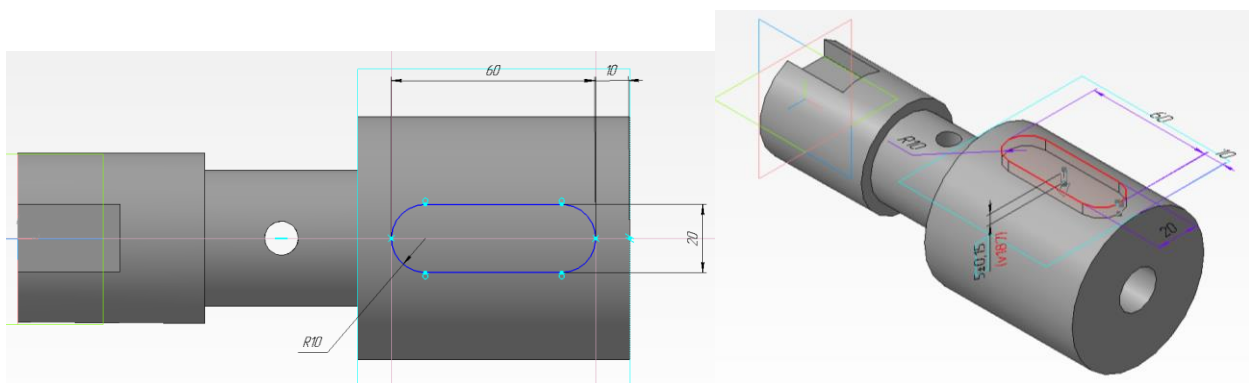

Рисунок 17.
12. Создаем эскиз шпоночного паза. В качестве плоскости выбираем касательную плоскость. По размерам выполняем эскиз шпоночного паза (рисунок 17).
13. Далее через  - **Редактирование детали**, выбираем  - **Вырезать выдавливанием**, задаем расстояние - 5. После появления фантома - **Создать объект** (рисунок 17)